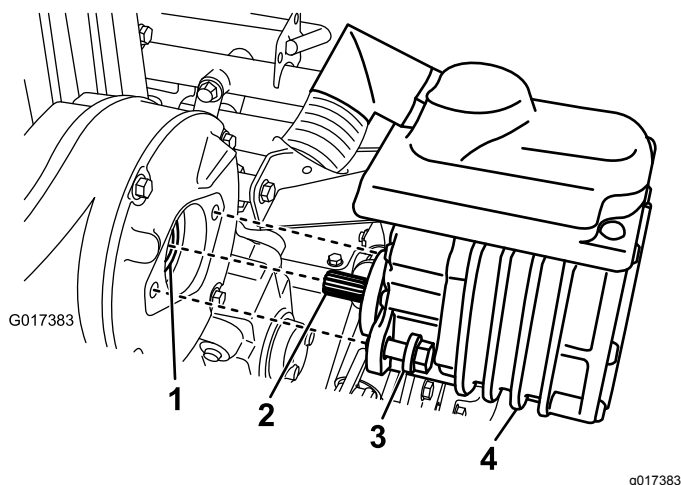

Рисунок 40
2. Отверните 2 болта крепления двигателя к корпусу трансмиссии (**Рисунок 40**).
4. Сделайте 1-2 качания смазочным шприцом в охватывающую соединительную муфту в картере коробки передач, чтобы заправить ее консистентной смазкой (**Рисунок 40**).